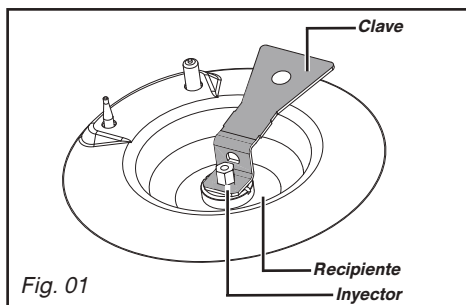

Fig. 01
- Desatornille con la ayuda de la clave suministrada los inyectores situados en el fondo de cada bote y retírelos (Fig. 01).